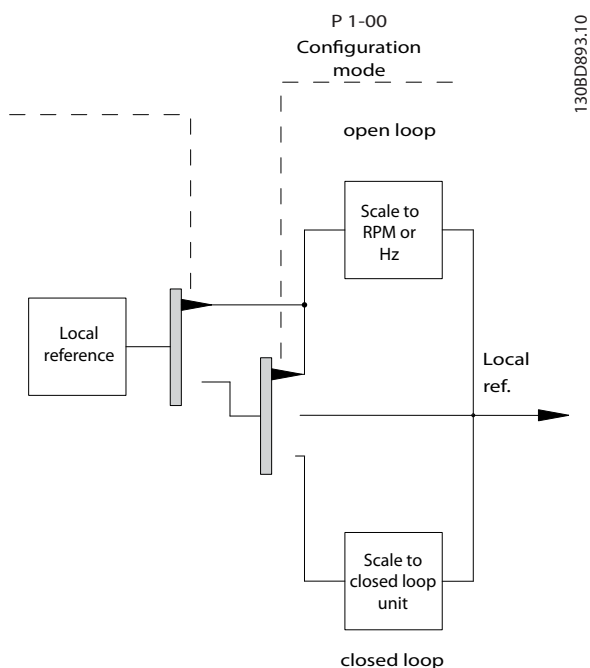

Ilustración 2.14 Modo Configuración
- La *Ilustración 2.14* muestra el modo de configuración manual para la referencia local.